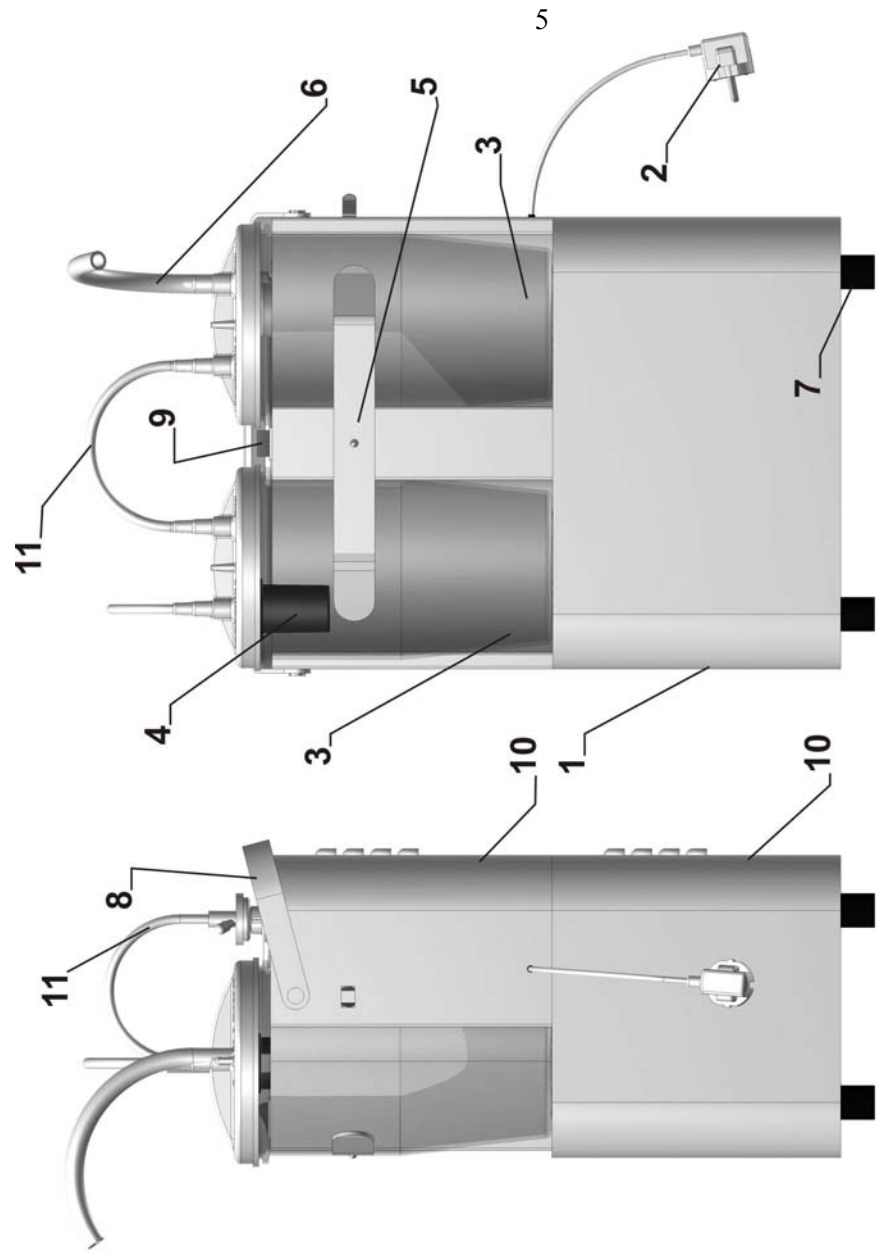

Рисунок 1
5.2 Отсасыватель состоит из следующих частей (рис.1): корпус (1), шнур питания с сетевой вилкой (2), две аспирационные банки (3) с герметизирующими крышками (в левой установлено защитное поплавковое устройство (4)), пружина (5) для крепления банок, шланг отсасывающий (6), опоры (7), ручка для переноски (8), передняя панель (9), две задние крышки (10), соединительные шланги (11).
7.3 Подсоединить отсасывающий шланг к патрубку, расположенному на герметизирующей крышке, так как показано на рис.1.